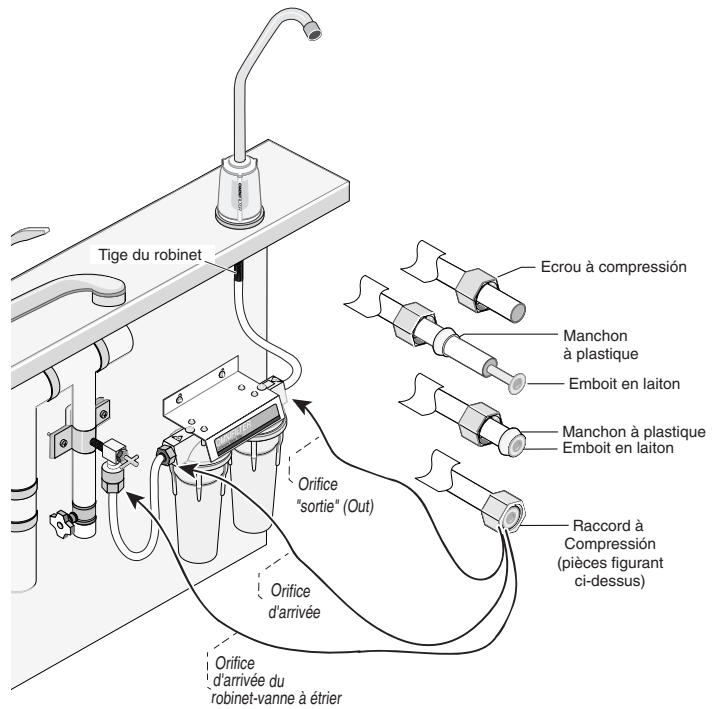

Figure 9
Finition du raccordement des tubes; se reporter à la Figure 9.
- Serrer le tube en plastique dans chacun des orifices, comme il est illustré à la Figure 9.